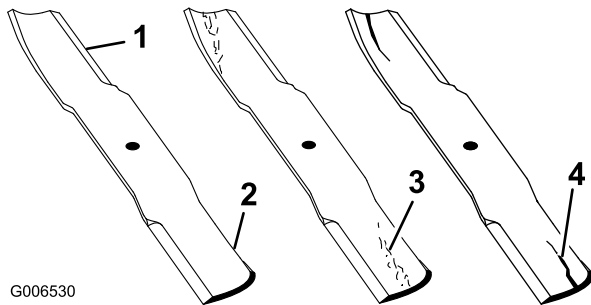

Figure 62
1. Examinez le tranchant des lames (Figure 62).
2. Inspectez les lames, surtout la partie incurvée (Figure 62).
Remplacez immédiatement toute lame endommagée, usée ou qui présente une entaille (Figure 62).